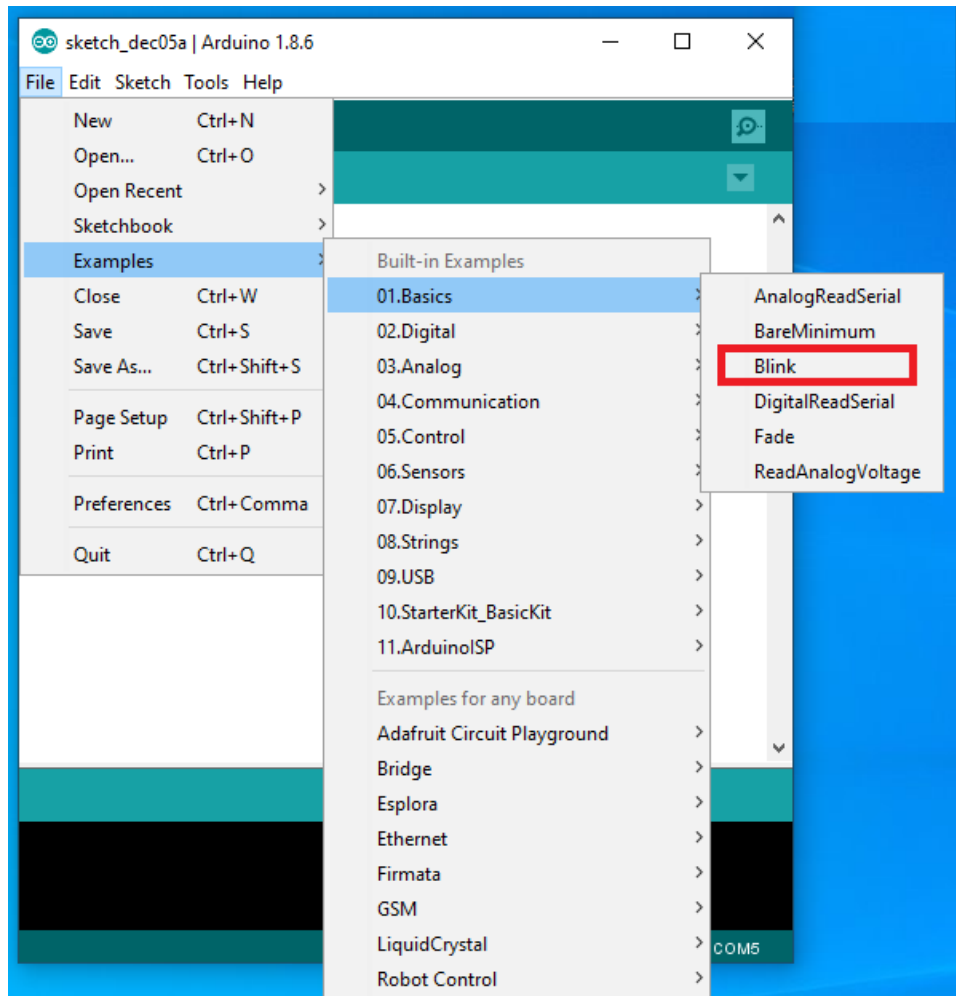

图4. 许多现成的软件可以供初学者使用
- 1) UNO R3 Software IDE 写得非常方便使用. 如果是初学者, IDE本身就提供了很多 Sample Programs. 比如图4中的那个 File->Examples->Basics->Blink 程序可以作为第1个测试的程序. 因为